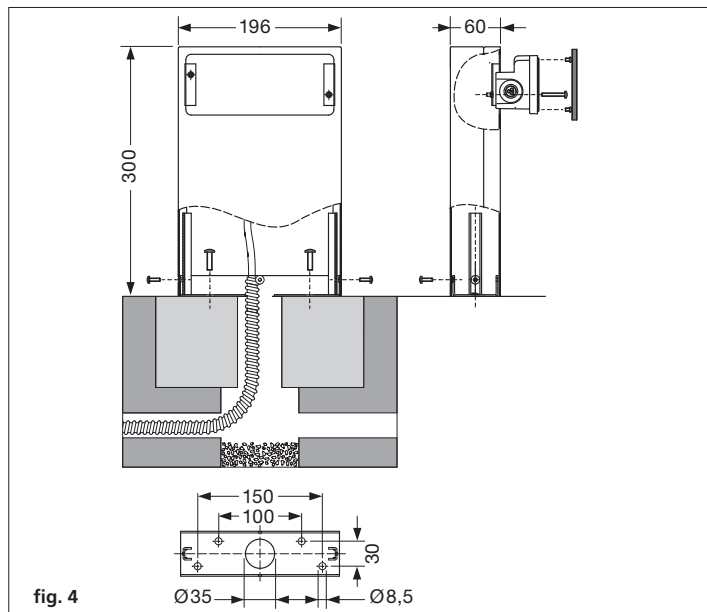

fig. 4
- Fixer l'appareil à la colonne comme indiqué sur la fig. 4 en utilisant les éléments fournis.